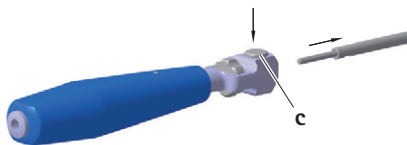

Fig. 2
- ▶ Apăsăți butonul **c** și scoateți mânerul **1**, vezi Fig. 2.